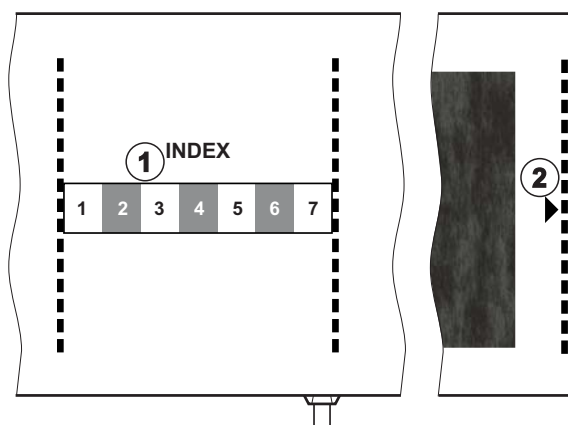

Рис. 11-6 Маркировка для определения правильного размера манжеты
Размер манжеты соответствует окружности плеча пациента, если отмеченная стрелкой пунктирная линия (на краю манжеты, см. Рис. 11-6, ②) располагается в диапазоне, отмеченном надписью «INDEX» (①), когда манжета наложена.